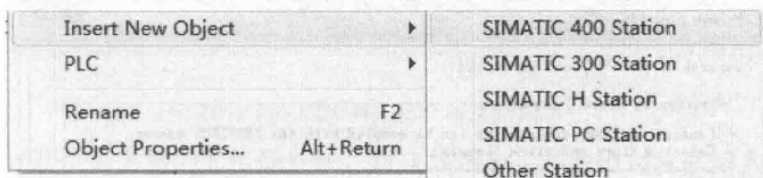

图 8-20 插入 S7-400 站点
- (1) 在右侧窗口右击，在弹出快捷菜单中选择“SIMATIC400 STATION”命令，插入 S7-400 站点，在右侧窗口会显示相应的 400 站点，如图 8-20 所示。